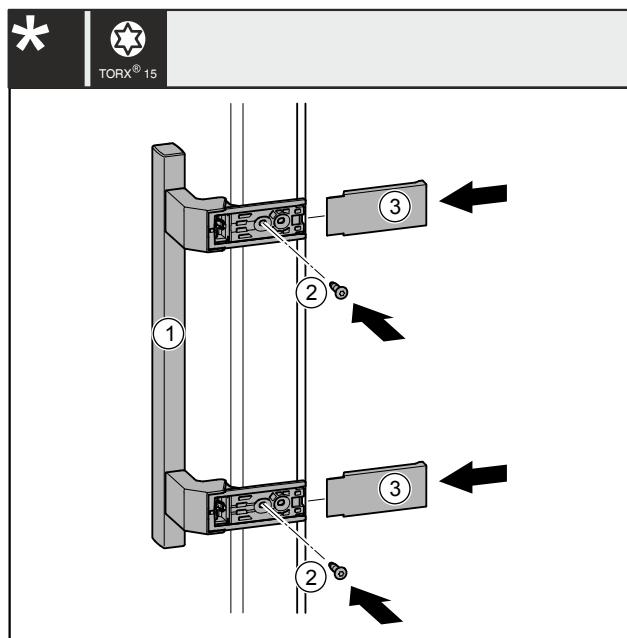

Fig. 42
- Griff Fig. 42 (1) auf der Gegenseite ansetzen.
- Schrauben Fig. 42 (2) mit Schraubendreher fest-schrauben.
- Abdeckungen Fig. 42 (3) seitlich ansetzen und aufschieben, so dass sie einrasten.